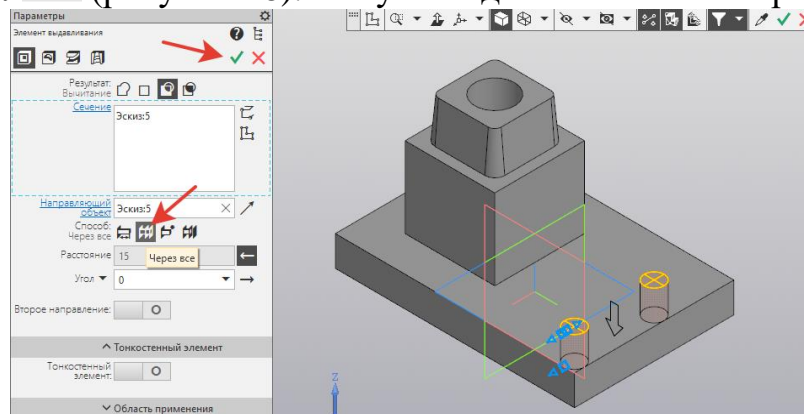

Рисунок 18.
17. На инструментальной панели **Элементы тела** - выбрать **Вырезать выдавливанием**. В **Параметрах** задать **Расстояние** – **Через все**. **Создать объект**  (рисунок 18). Получили два сквозных отверстия.